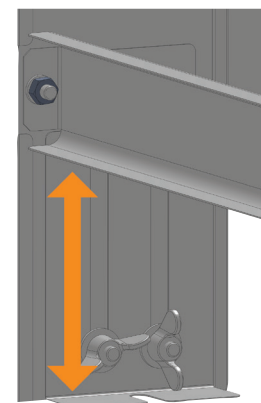

Figure 5 : Ajustez la hauteur du boîtier
5. Desserrez les écrous à oreilles et soulevez ou abaissez les supports de réglage pour ajuster la hauteur du boîtier (voir **Figure 5**). Assurez-vous de tenir compte de la hauteur du plancher fini.